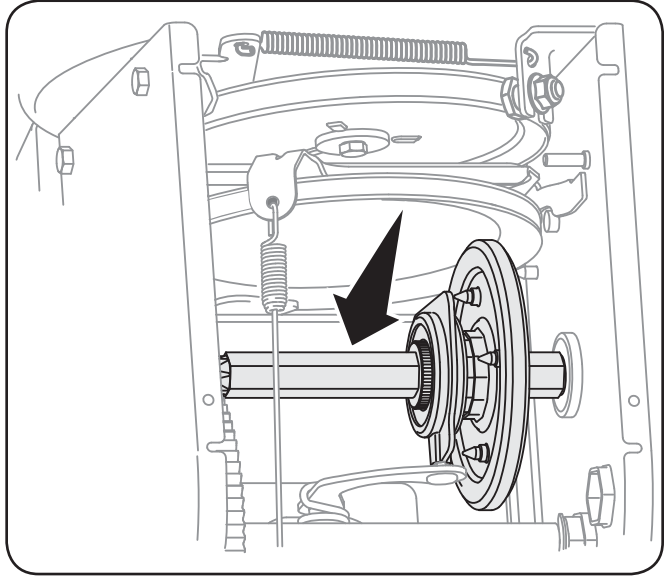

Figure 6-4
4. Appliquez une légère couche d'huile polyvalente toutes saisons sur l'arbre hex. Voir la Fig. 6-4.